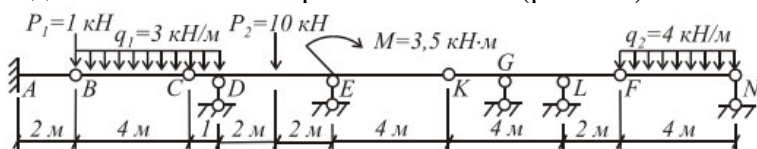

Рис. 2.2
4. Показать на примере рационально ли расставлены промежуточные шарниры в заданной Вам многопролетной балке (рис. 2.2).